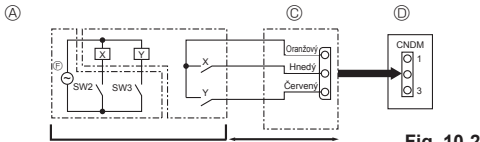

Fig. 10-2
10.2. Fungovanie na požiadanie (úprava na mieste inštalácie) (Fig. 10-2)